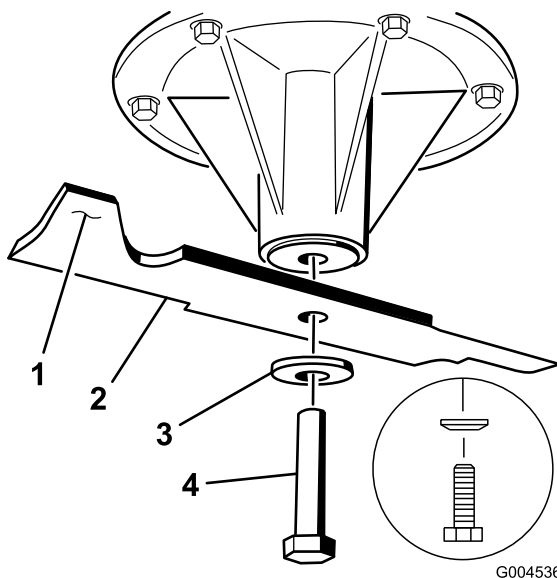

Figura 76
2. Retire el perno de la cuchilla, la arandela curva y la cuchilla del eje (Figura 76).